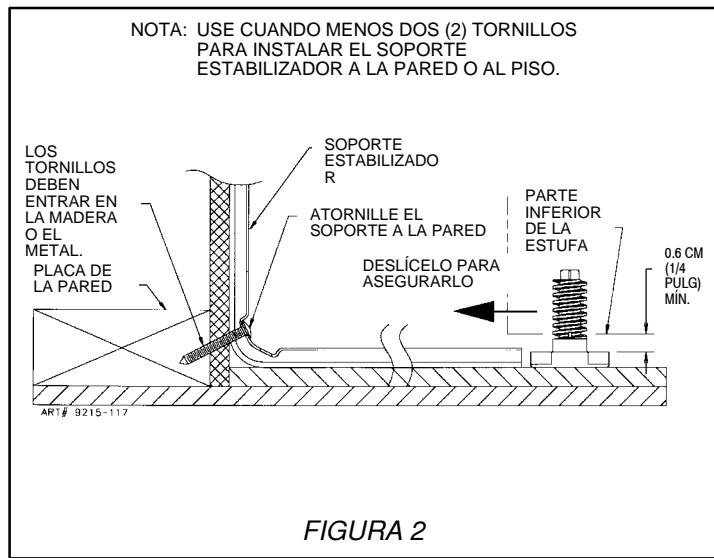

FIGURA 2
cada orificio como se muestra en la figura 2. (Puede usar un clavo o un punzón si no tiene disponible un taladro). Asegure el soporte ESTABILIZADOR a la pared con los dos tornillos provistos según se muestra en la figura 2. Continúe con el PASO 3.
- A. Alinee la estufa en su ubicación final y deslícela hacia atrás en su lugar. Asegúrese de que la pata niveladora esté completamente insertada y asegurada en el soporte ESTABILIZADOR. Nota: Se requiere un espacio libre de cuando menos 1/4 pulg. entre la estufa y la pata niveladora que se enganchará al soporte ESTABILIZADOR, vea la figura 2.